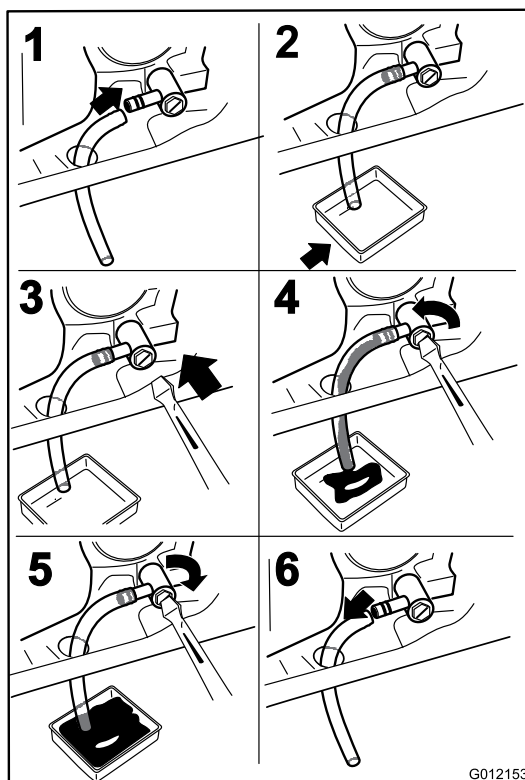

Figure 45
3. Avant de quitter la position de conduite, coupez le moteur, enlevez la clé de contact et attendez l'arrêt de toutes les pièces mobiles (Figure 45).